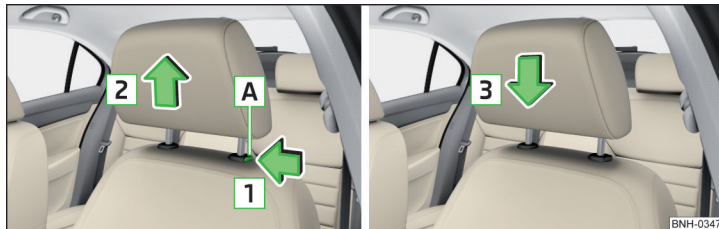

Fig. 73 Scoaterea/introducerea tetierei din față
- » Pentru **scoatere**, mențineți tasta de siguranță **A** în sensul săgeții **1** și scoateți tetiera în sensul săgeții **2** » fig. 73.